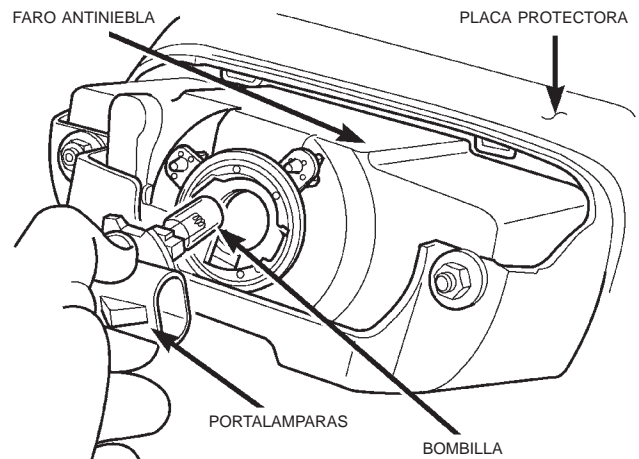

Fig. 2 Bombilla de faro antiniebla
- (1) Desconecte el conector del mazo del faro antiniebla.
- (2) Gire el portalámparas 1/4 de vuelta hacia la derecha.
- (3) Retire el portalámparas del faro (Fig. 2).